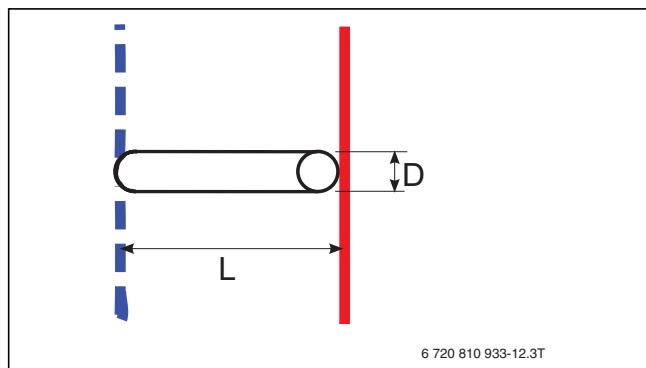

Рис. 4 Байпас, подробный вид (→ [1] рис. 2 и 3)
- [1] Байпас (→ рис. 4) (→ [1] таб. 8)